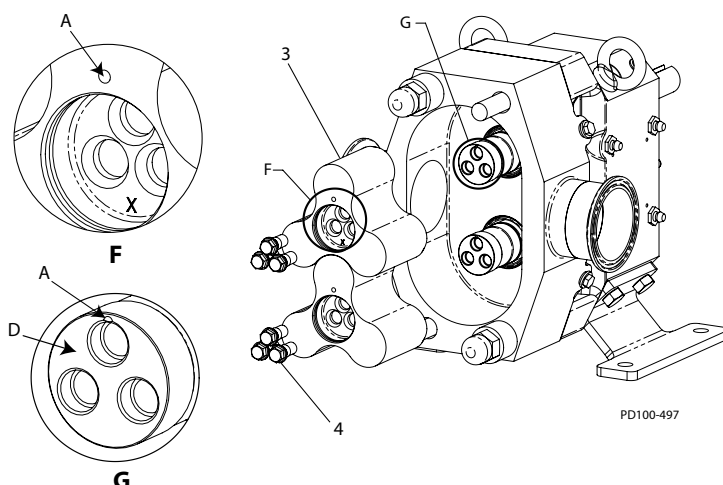

Figura 56: Instalación de los rotores
2. La cara del eje no debe tener bordes elevados ni rebabas (vea la Figura 56, detalle G, elemento D).
3. **Reuso de los rotores:** Aplique un lubricante compatible a los anillos O e instale el rotor con la marca en el eje de mando y el rotor sin la marca en el eje corto; al posicionar los rotores, observe la marca de referencia de alineación en los ejes. (Vea el elemento A en la Figura 56, detalles F y G).
Instalación de rotores nuevos: Aplique un lubricante compatible a los anillos O y fije los rotores a los ejes; al posicionar los rotores, observe la marca de referencia de alineación en los ejes. (Vea el elemento A en la Figura 56, detalles F y G.) Marque una "X" de unos 3 mm de altura en la cara del avellanamiento del lado contrario a la marca de referencia de alineación. Véase Figura 56, Detalle F; véase también Figura 31 para obtener una vista más grande.
4. Fije un prisionero roscado (Figura 56, renglón 4) en el agujero más cercano a la marca de referencia, en cada uno de los rotores.